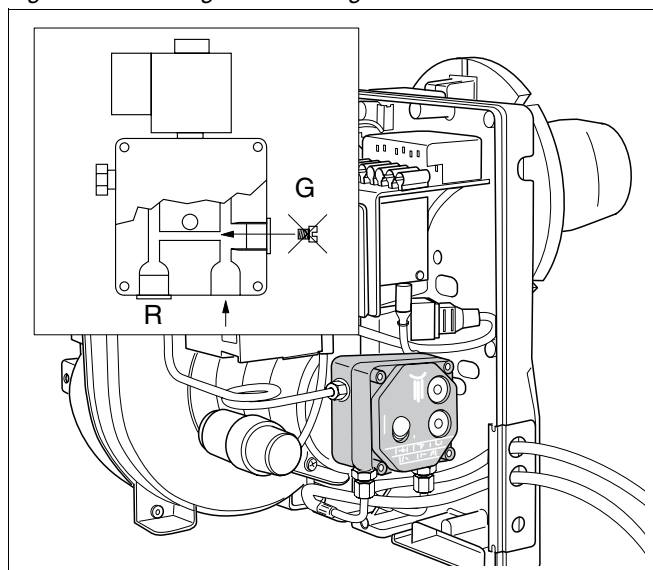

Fig. 8 Enstrenget system – yderligere arbejder
- Slut returledningen "R" (fig. 8) til oliepumpen.
- Fjern skruen "G" (fig. 8) i oliepumpen. Åbn i den forbindelse oliepumpen.